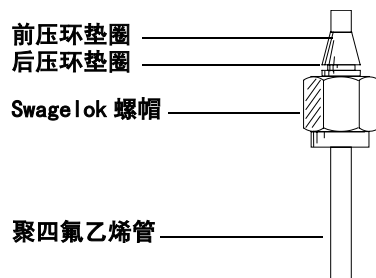

图 50 组装接头
- 2 使 Swagelok 螺帽、后压环垫圈和前压环垫圈滑入一段聚四氟乙烯管上。如果管末端没有切割光滑，请用刀片或锋利的小刀切割成平整而光滑的末端（图 50）。